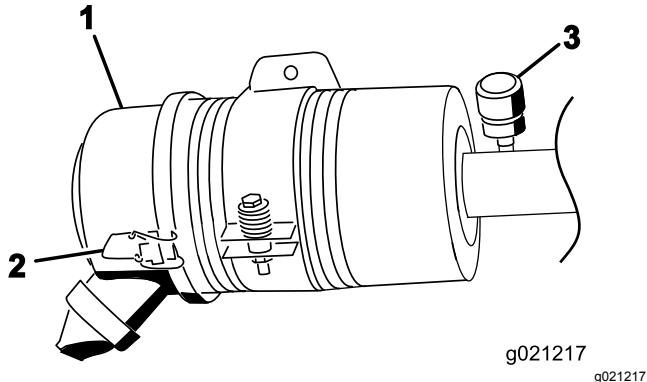

Bild 72
Warten Sie den Luftfilter nur, wenn dies von der Kundendienstanzeige angegeben wird (Bild 72). Das frühzeitige Auswechseln des Luftfilters erhöht nur die Gefahr, dass Schmutz in den Motor gelangt, wenn Sie den Filter entfernen.
1. Lösen Sie die Riegel, mit denen die Abdeckung des Luftfilters am Luftfiltergehäuse befestigt ist (Bild 72).